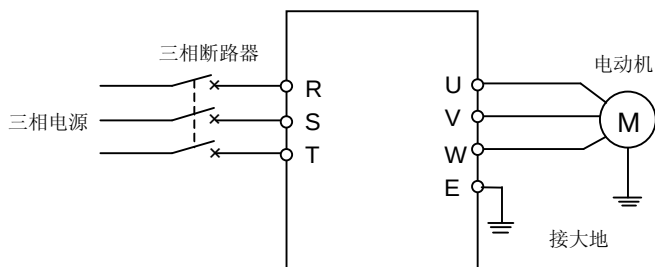

图 4-1 简单运行接线图
- ① 按图 4-1 接线；
- ② 确认接线无误后合上电源开关，接通电源，变频器先显示“P.oFF”，稍后显示“0”；
- ③ 选择变频器控制方式 ([F0.0]=0，V/F 控制；[F0.0]=1，无感矢量控制)；
- ④ 确认频率设定通道为面板数字设定方式 ([F0.1] = 0)；
- ⑤ 根据变频器拖动电动机的额定铭牌数据，采用 V/F 控制方式时，需对参数[F1.3]、[F1.4]进行设置；采用矢量控制方式时，需对参数[F1.15]~[F1.18]进行设置。
- ⑥ 按 **FWD** 键启动变频器，变频器输出 0 频率，显示“0.0”；
- ⑦ 按 **▲** 键，增大设定频率，变频器的输出频率增加，电机转速加快；
- ⑧ 观察电机的运行是否正常，若有异常立即停止运行，并断电，查清原因后再运行；
- ⑨ 按 **▼** 键减小设定频率；
- ⑩ 按 **STOP** 键停止运行；并切断电源开关。